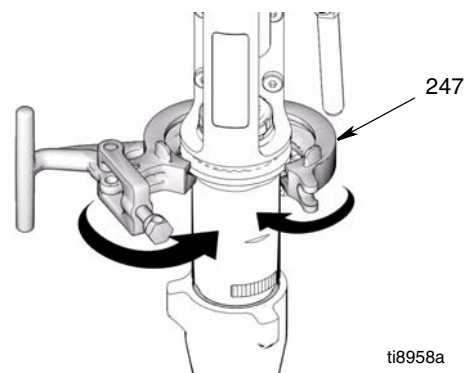

Рис. 15
3. (Рис. 15) Наложите хомут (247) вокруг насоса (111) и надавите на него для фиксации.